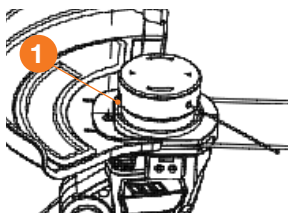

Рис. 11
В процессе работы нейлоновая нить изнашивается и требует замены. Когда длина нити становится недостаточно, остановите двигатель. Слегка потяните за нить и нажатием кнопки ① на боковой части катушки вытяните леску (Рис. 11). За каждое нажатие нить выдвигается примерно на 10 мм. Лишняя часть нити подрезается ножом, установленным в защитном кожухе при включении двигателя.